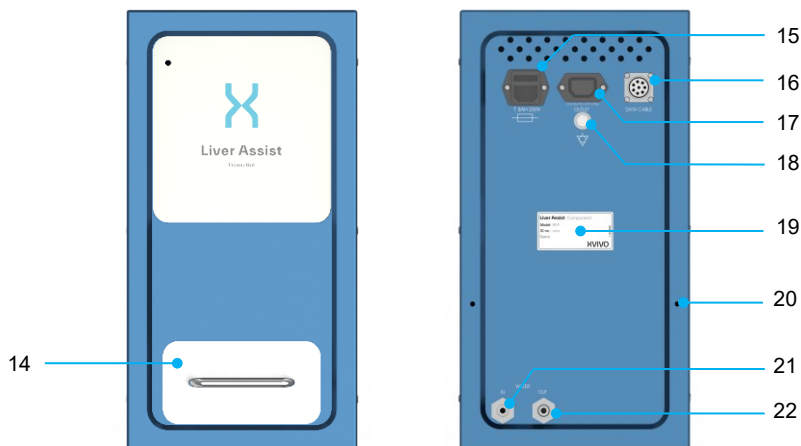

Figura 5 Vista anterior y posterior de la Unidad térmica
- Llene el recipiente de agua de la Unidad térmica (Figura 5, elemento 14) con aproximadamente 3 litros de agua desmineralizada.